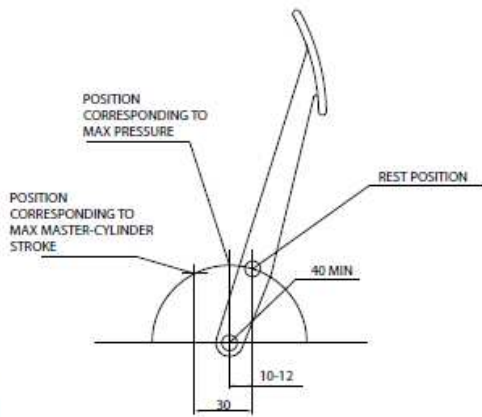

Fig. 1a
- b) Pro dosažení lineárního průběhu mechanismu brzdových pedálů / brzdových válců je velice důležité dodržet správnou vzdálenost mezi bodem otáčení pedálů a tlačnou tyčkou válce, ideální je 40 mm a více (viz obrázek Fig. 1a)